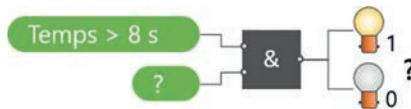

Fig. 1.52
Vous pouvez (devez) vous interroger ici, dans la figure 1.52 on peut voir que le ET logique est utilisé et pourtant il n'existe qu'une seule et même Règle : la propriété Temps de la Trajectoire de déplacement doit être plus grande que 8 s.
Dans la présentation théorique des opérateurs logiques, nous avons vu que, pour permettre une comparaison, deux valeurs étaient nécessaires. Nous n'en avons ici qu'une seule et pourtant la condition est acceptée. Notez que si le OU logique était utilisé le résultat serait strictement le même et ce parce qu'il n'existe qu'une seule condition. Schématiquement, la figure 1.52 présente le point où nous en sommes :
- Pour l'une des entrées de l'opérateur logique, il n'est pas possible (dans ce cas de figure) de décider de sa valeur (le point d'interrogation au fond vert, fig. 1.52).
- L'autre entrée voit sa valeur conditionnée par la propriété Temps de la Trajectoire de déplacement. Si elle est supérieure à 8 s la condition est vraie (1) dans le cas contraire la valeur est fausse (0).